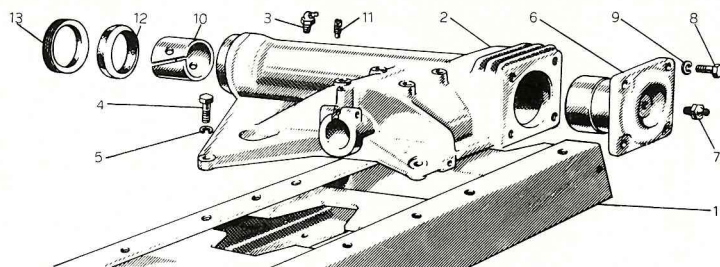

Fig. 188 - Parti del supporto per barra trasversale della sospensione posteriore.
Svitare le boccole esterne per barra sospensione posteriore mediante l'attrezzo A 483025 (fig. 166); sostenere anteriormente il trattore e togliere le viti di fissaggio pattini ai longheroni interni dei carrelli. Se occorre sostituire le guarnizioni incernieramento carrelli (12, fig. 188) usare la chiave A 511471 per svitare le ghiere (13), mentre per estrarre le boccole attigue (10) è necessario togliere le relative viti di arresto (11).